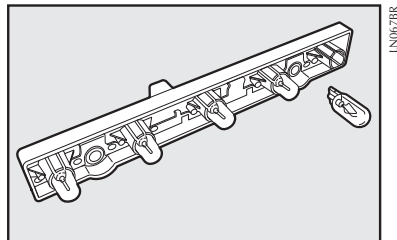

fig. 27
- Extrair a lâmpada montada a pressão **fig. 27** e substituí-la.